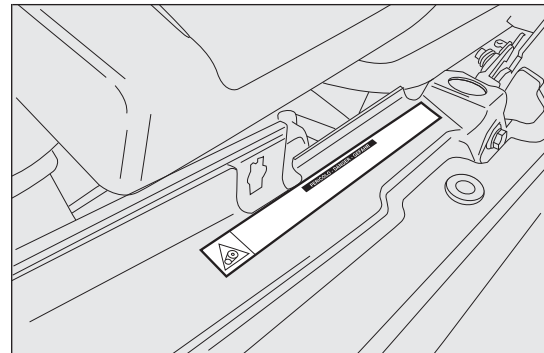

fig. 74
*Avant d'ouvrir le capot du moteur, il faut s'assurer que le moteur est coupé et que la clé est sur STOP. Respecter les indications figurant sur la plaquette appliquée au niveau de la traverse avant fig. 74. Quand des personnes se trouvent à bord de la voiture, il est conseillé de toujours retirer la clé. Il ne faut jamais quitter la voiture sans emporter la clé de contact ou l'avoir tournée sur STOP. Lors des opérations de ravitaillement en carburant, il faut s'assurer que le moteur est coupé et que la clé est sur STOP.*